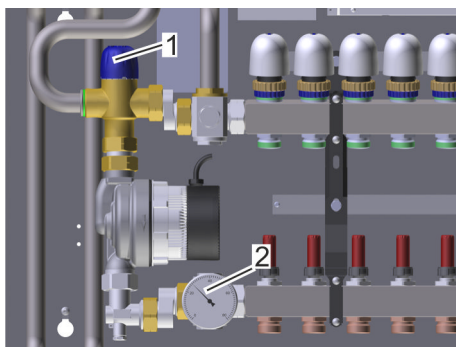

Abb. 79: Thermisches Mischventil
1. → Um die maximale Heizungsvorlauftemperatur einzustellen, das thermische Mischventil am Einstellgriff (Abb. 79/1) in die entsprechende Richtung drehen.
Temperatur an der Temperaturanzeige (Abb. 79/2) überprüfen.